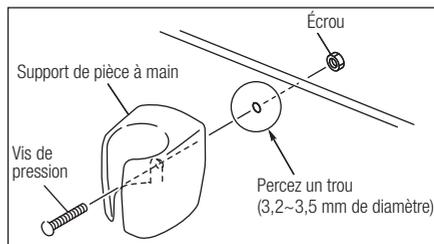

Fig. 4
- 2) Sur la surface verticale, faites un trou de 3,2 ~ 3,5 mm dans la plaque où le support doit être monté. Alignez le trou avec le trou de la vis sur le support. Veillez à ce que la surface soit propre, puis placez le support contre la plaque et fixez. Insérez la vis de pression dans les deux trous du support et de la plaque. Serrez la vis de pression avec l'écrou depuis l'arrière de la plaque. (Fig. 4)